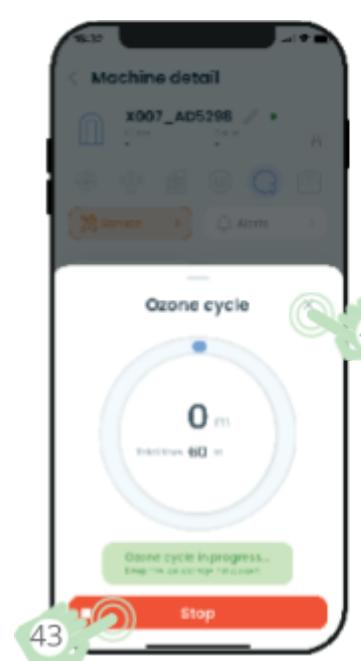
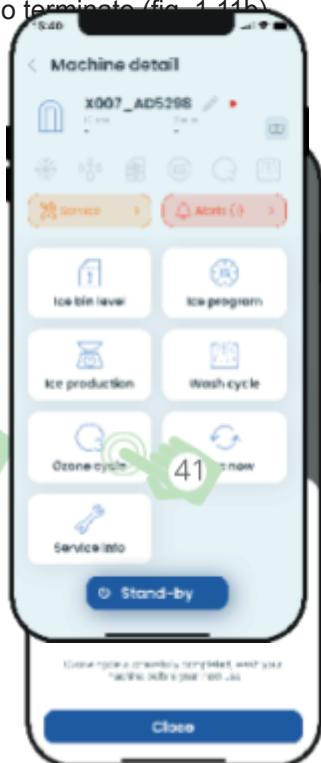

fig. 1.11a
fig. 1.11b
Comparirà la seguente videata (fig. 1.11a) che rappresenterà lo stato di avanzamento del ciclo di ozono. Per arrestare anticipatamente il ciclo premere il tasto (43). Al termine comparirà l'avviso di ciclo terminato (fig. 1.11b)